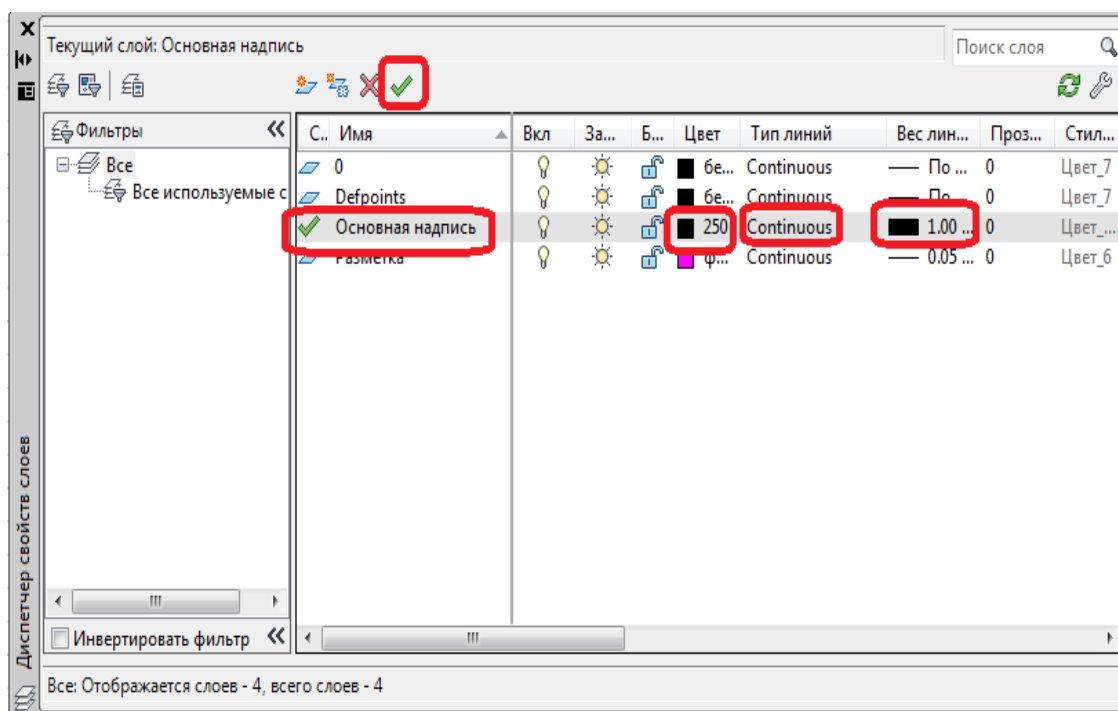

Рисунок 4.2
- Вес линии = 1,0 мм (рис. 4.2).